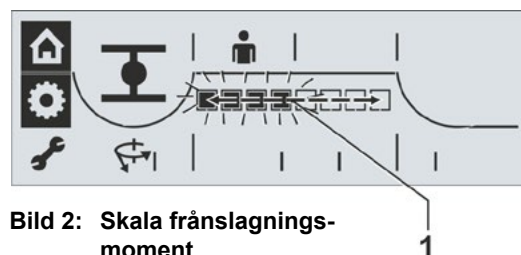

Bild 2: Skala frånsagningsmoment
- Bekräfta genom att trycka på styrknappen. Den blinkande symbolen för frånsagningsmoment (1) i ändläge STÄNGD (2) visas liksom skalan (4) med inställningsområdet 30 till 100 %. Segmenten (svarta rektanglar) (3) indikerar aktuell inställning, där ett segment motsvarar ett steg om 10 %. Bilden bredvid visar därmed att det inställda frånsagningsmomentet är 60 % av maximalt vridmoment.
- Vrid på styrknappen för att ändra inställningen (ställdonsklass A och B: 30 %–100 %, ställdonsklass C: 50 %–100 %). För information om inställningsvärden per steg, se tabellen ovan. Skalan (bild 2, pos. 1) indikerar förändringen.